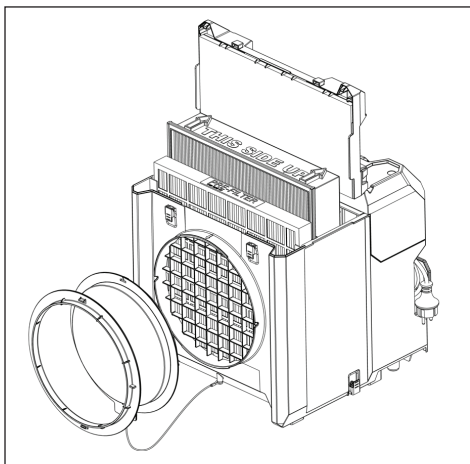

Fig. 5: Înlucuirea filtrelor
- ▶ Introduceți un prefiltru sau un filtru principal nou, așa cum se arată în Fig. 5.